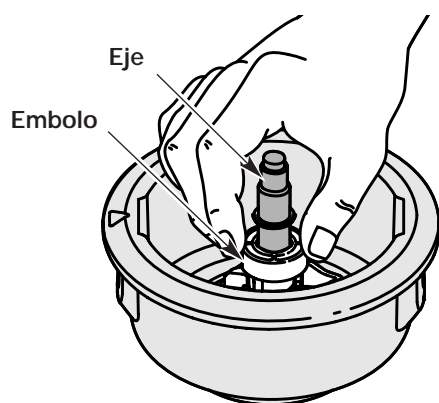

Fig. 56
5. Limpie el eje y la superficie interior de la bobina exterior. Para limpiar el eje debajo del émbolo, empuje el émbolo hacia abajo (Fig. 56). Saque toda la suciedad o residuos del eje.